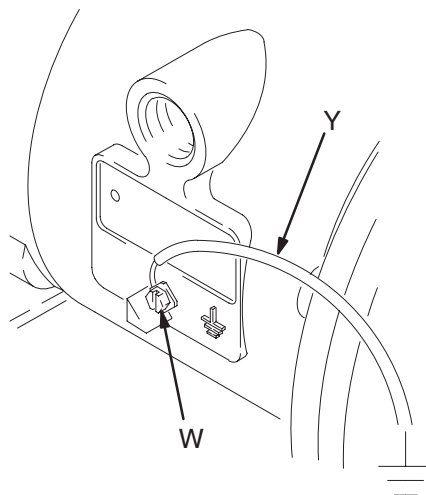

Fig. 1
- **Pump:** Anslut en jordledning och klämma enligt Fig. 1. Lossa jordskruven (W). Stick i ena änden på en jordledning (Y) med minimum 1,5 mm² bakom jordskruven och dra åt den ordentligt. Anslut klämmen i andra änden av jordledningen till en god jordningspunkt. Beställ artikelnummer 222011, jordledning med klämma.